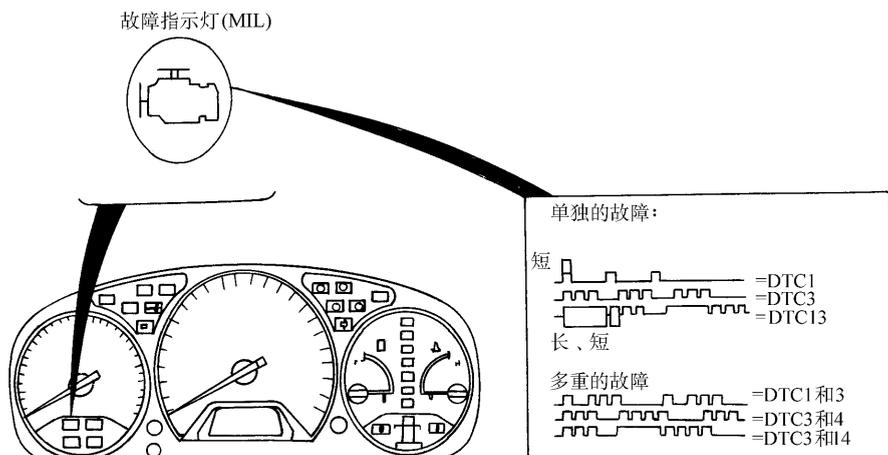

图 3-2 仪表板上的“CHECKENGINE”或“MIL”故障警告灯的闪亮规律
(2) 用专用工具——短路插头，连接维修检查插头或用一根跳线连接维修检查插头的两端，让点火开关位于“ON”，但不启动发动机。
(3) 观察仪表板上的“CHECKENGINE”或“MIL”故障警告灯的闪亮规律（图3-2）。代码1~9通过单独的短闪烁显示。超过10以上的代码由一系列的长闪烁和短闪烁显示，长闪烁的次数表示第一个数字，短闪烁次数表示第二个数字。例如故障码13，警告灯先是1个长的闪亮，然后是3个短的闪亮（图3-2），其他故障码按此类推。这样的代码常难以一次看清，因此至少要通过两次计数以验证代码。如果系统中有多故障码，它们应按顺序显示，不同的故障码之间有短暂的停顿，故障码全部输出后，暂停一会儿，再重新显示。